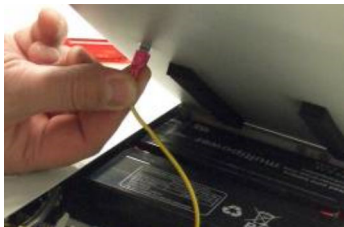

Abb. 89: Erdungsstecker
9. ▶ Erdungsstecker vom vorderen und hinteren Deckel lösen (Abb. 89).